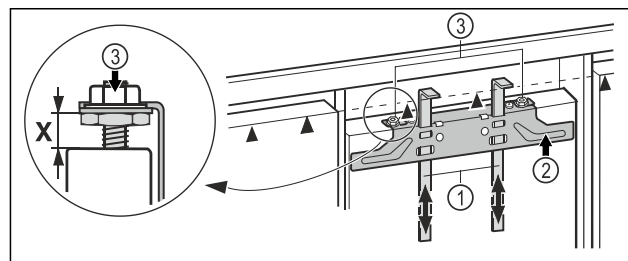

Fig. 42
- Montagehilfen Fig. 42 (1) auf Möbeltürhöhe hochschieben. Untere Anschlagkante ▲ der Montagehilfe = Oberkante der zu montierenden Möbeltür.
- Befestigungstraverse Fig. 42 (2) über die Kontermuttern Fig. 42 (3) abschrauben.